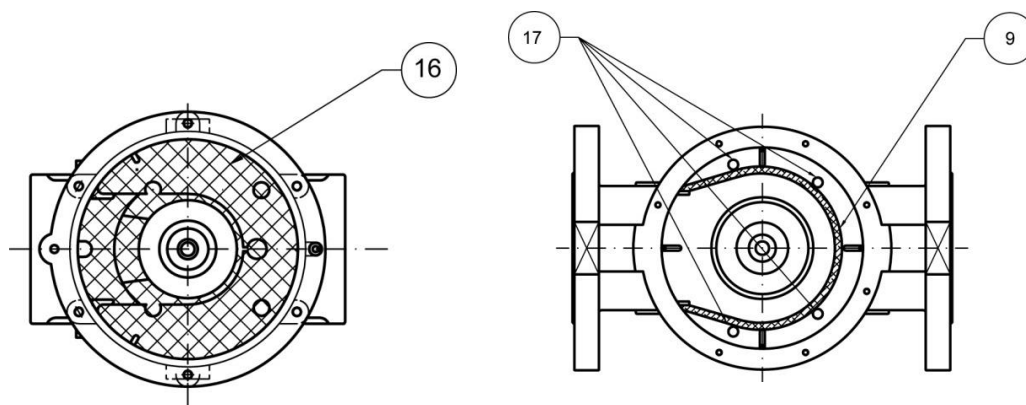

Рис. 11
DN 15 ÷ DN 50 (см. рис 1): при помощи отвертки отпустить винты крепления (9), осторожно снять с корпуса (5) крышку (2), проверить состояние затвора и при необходимости заменить резиновую прокладку (3). Затем прочистить или продуть фильтрующий элемент (16) либо заменить его при необходимости (правильное положение фильтрующего элемента показано на рис. 11) и собрать устройство, выполняя обратную последовательность действий.
DN 65 ÷ DN 300 (см. рис. 3): при помощи отвертки отпустить винты крепления (3), осторожно снять с корпуса (5) крышку (2), проверить состояние затвора (11) и при необходимости заменить резиновую прокладку (10). Затем прочистить или продуть фильтрующий элемент (9) либо заменить его при необходимости (правильное положение фильтрующего элемента показано на рис. 11 и 12) и собрать устройство, выполняя обратную последовательность действий.